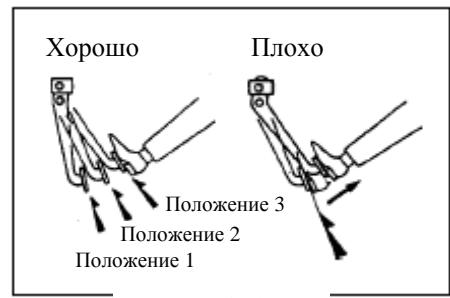

Рис.271
- Запустите двигатель, выключите его через одну или две минуты, и медленно нажмите на педаль несколько раз(рис. 271).